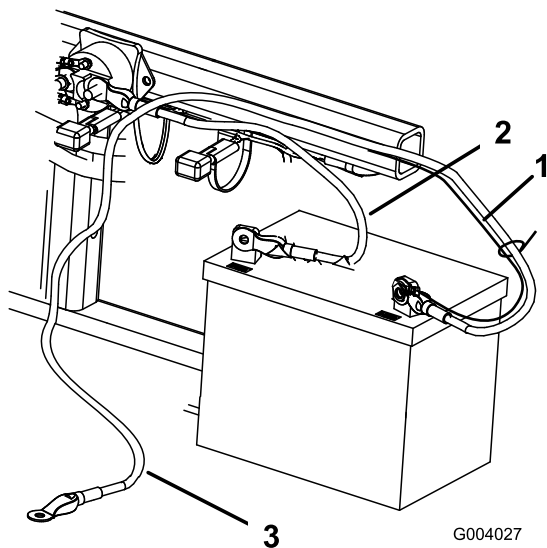

Figura 7
2. Fissate il cavo positivo (rosso) al morsetto positivo (+) con un bullone ($\frac{1}{4}$ " x $\frac{5}{8}$ ") e un dado di bloccaggio (Figura 7).
3. Fissate il cavetto nero e il cavo negativo (nero) al morsetto negativo (-) della batteria con un bullone ($\frac{1}{4}$ " x $\frac{5}{8}$ ") e un dado di bloccaggio ($\frac{1}{4}$ ") (Figura 7).